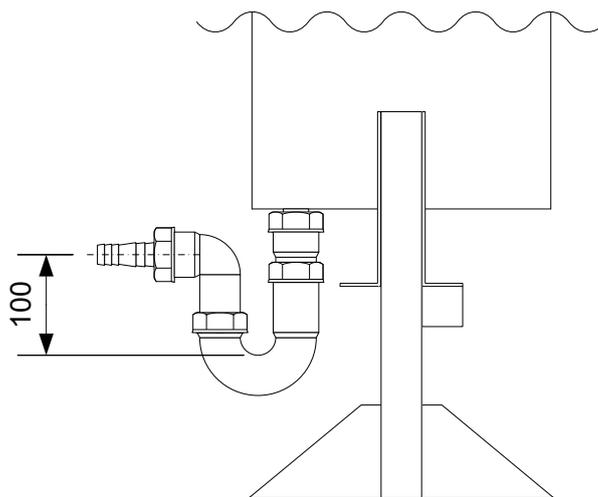

Abbildung 7: Kondensatableitung mit Siphon
- Bei der Installation ohne Neutralisationsanlage muss gemäss Vorschrift ein grosszügiger, wartbarer Siphon mit einer min. Wasserstandshöhe von 100mm eingebaut werden (Abbildung 7). Lösungen für eine entsprechende Siphonierung bietet die Firma POWERcondens ebenfalls an.